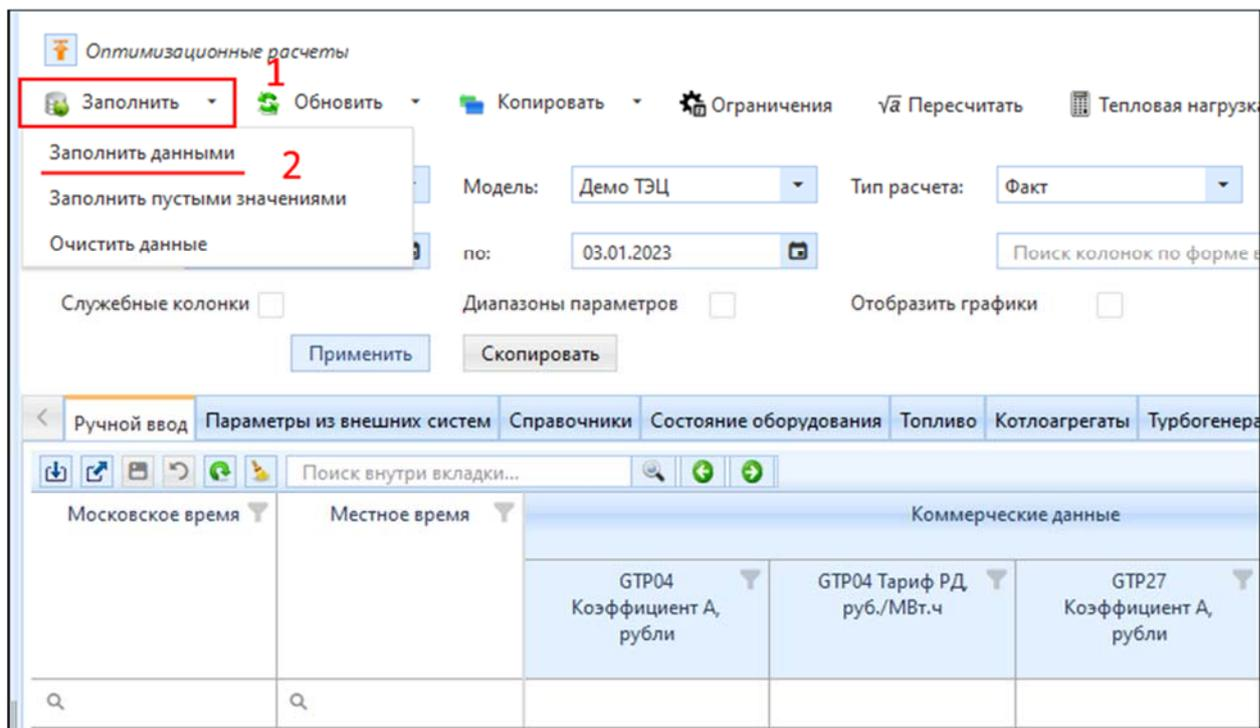

Рисунок 3.4.29 – Заполнение формы ввода
Далее перед пользователем появится «Форма ввода», которую необходимо заполнить с помощью нажатия ЛКМ на кнопку (2) «Заполнить данными» (рис. 3.4.29) в выпавшем списке, после нажатия ЛКМ на пункт меню (1) «Заполнить» (рис. 3.4.29).